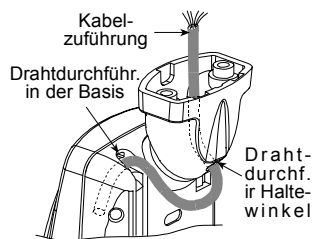

Abb. 9. Verkabelung
- H. Das Kabel durch den Haltewinkel durchführen und wie in Abb. 9 gezeigt in den Bewegungsmelder führen.